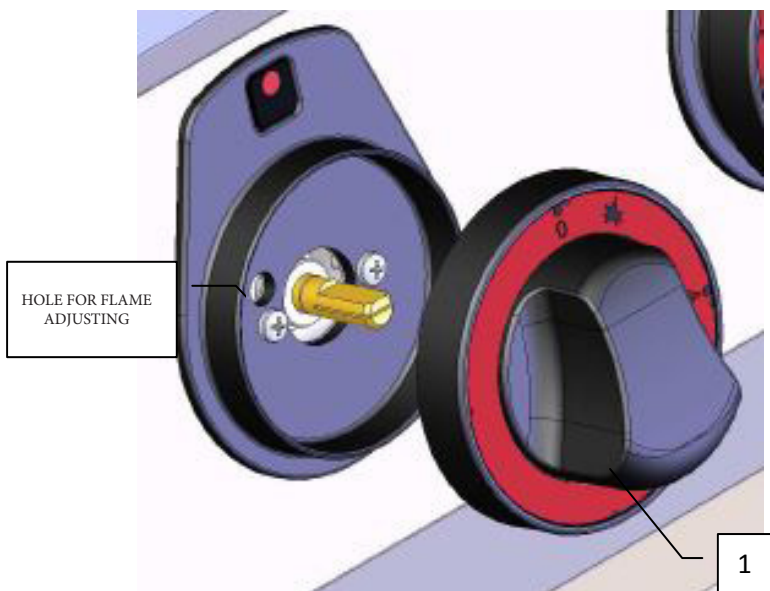

fig. 4
- 1) verwijder de bedieningsknop - zie afb. 4 punt 1